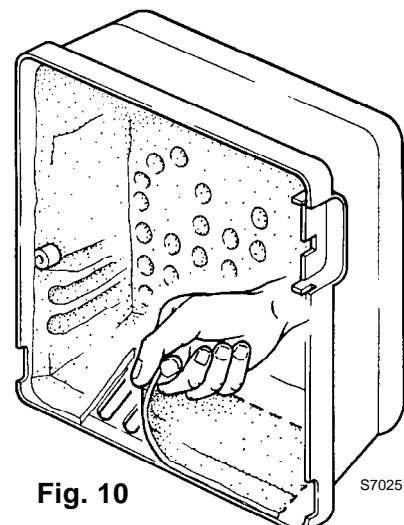

Fig. 10
- C** Om een optimale werking te bekomen van het model BS4 type 914T1, en bij een vermogen van 220 \div 246 kW, moet de vooruitgesneden acoustische isolatie verwijderd worden om bijkomende luchtopeningen vrij te maken (zie fig. 10).